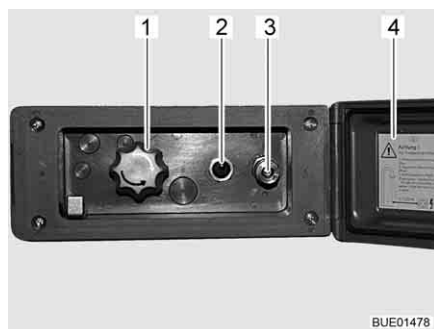

Fig. 150 Branchement de la douche extérieur
- Déverrouiller et ouvrir le couvercle (Fig. 150,4).
- Brancher le flexible de la douche extérieure sur la fermeture rapide (Fig. 150,3).
- Allumer la pompe à eau avec le commutateur (Fig. 150,2).
- Régler la température de l'eau selon ses désirs avec le bouton rotatif (Fig. 150,1).
- Éteindre la pompe à eau avec le commutateur (Fig. 150,2).
- Fermer le couvercle (Fig. 150,4) et verrouiller avec la clé.
- Placer le bouton rotatif (Fig. 150,1) sur la position intermédiaire.